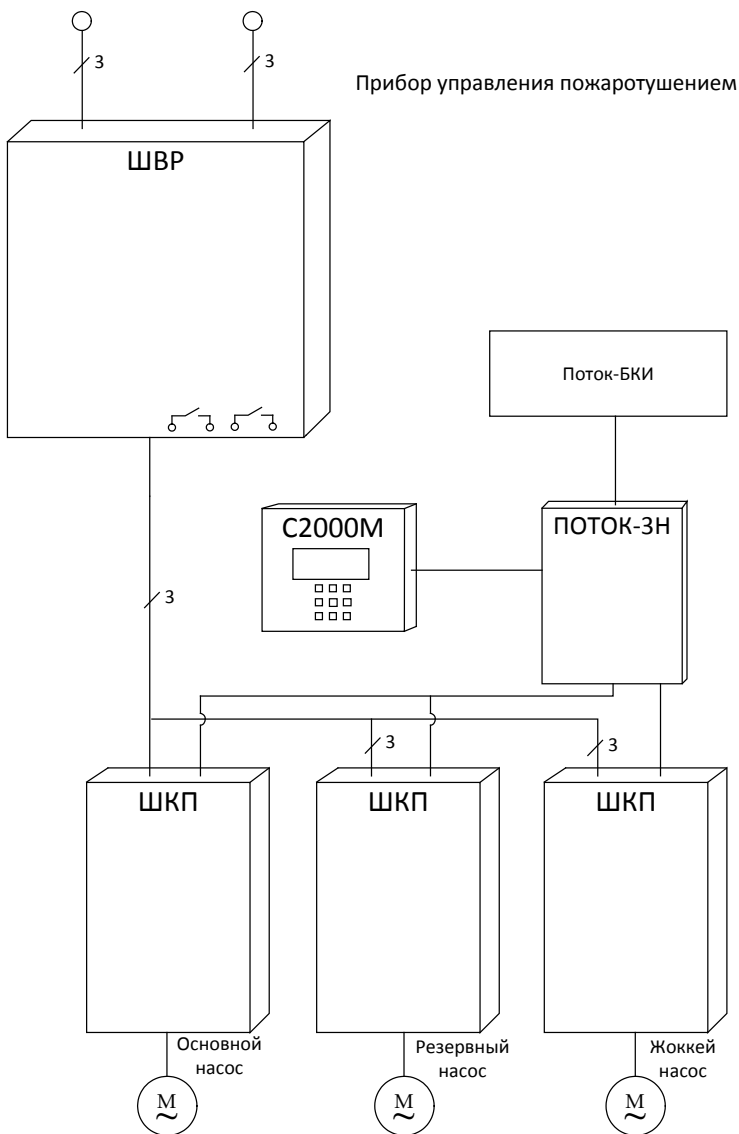

Рисунок 1. Схема питания ШКП в составе ППУ.
1.2.1 Питание ШКП и ППУ осуществляется от источника трёхфазной сети переменного тока 380 В. через шкаф ввода резерва «ШВР-110» (см. рис. 1), который имеет два ввода. «ШВР-110» обеспечивает автоматическое переключение с основного ввода на резервный при пропадании на основном вводе, и обратно..